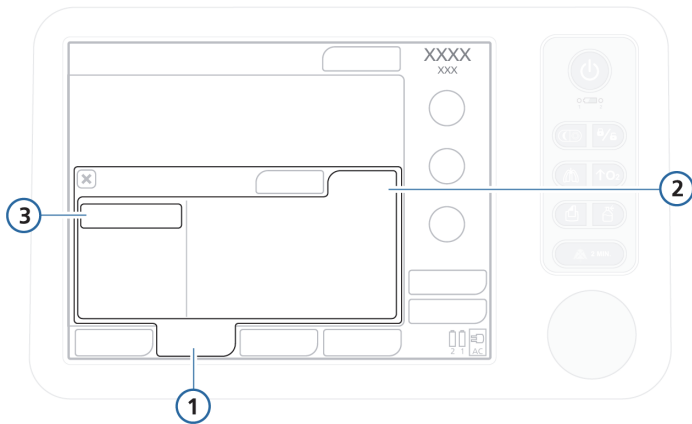

Figura 4-6. Janela Transf. Dados 1
2. Abra a janela Utilidades -> Transf. Dados (Figura 4-6) e sele-